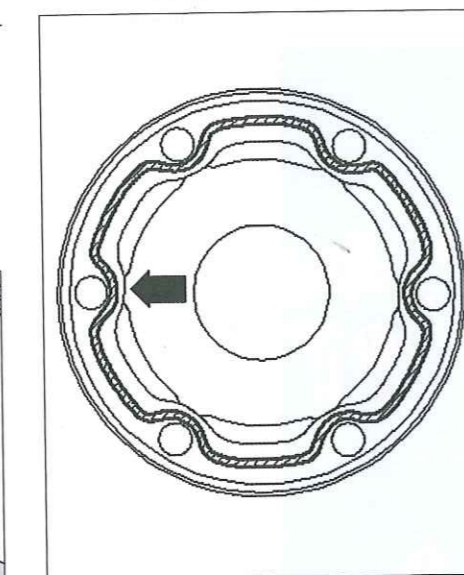

Fig. 10
- Aplicar un cordón continuo de grasa de 2 a 3 mm de diámetro a la altura de los diámetros interiores interiores (flecha) en la superficie limpia de la carcasa (Fig.10).